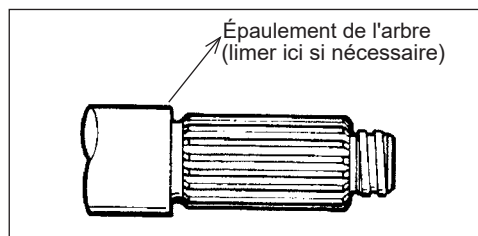

Figure 47 - Épaulement de l'arbre
3. Si l'épaulement de l'arbre présente un bord tranchant, éliminez-le à l'aide d'une lime pour éviter de couper le joint torique de l'arbre lors du démontage du siège d'étanchéité. Voir la figure 47.